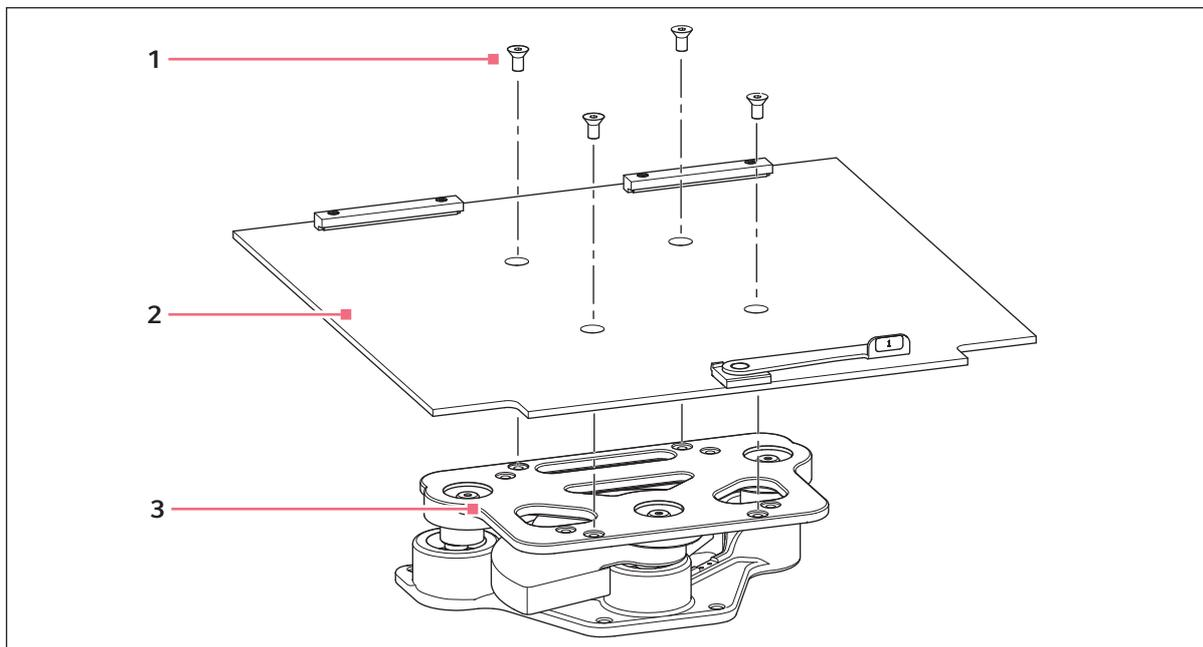

Fig. 8-1: Installation de la sous-plateforme
Une sous-plateforme et une plateforme doivent être installées sur l'appareil avant utilisation. L'agitateur est expédié avec quatre vis de plate-forme à tête hexagonale installées sur le boîtier du palier, (voir Fig. 8-1 à la page 41).
2. Placer la sous-plateforme sur l'emballage de stockage en veillant à bien l'orienter de la manière indiquée (voir Fig. 8-1 à la page 41), avec les encoches et le levier dirigés vers l'avant de l'agitateur, levier tourné vers le haut.